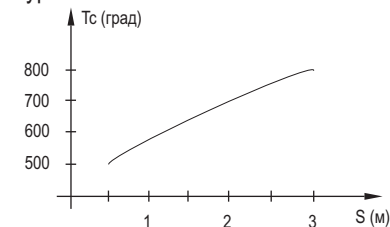

Рисунок 1.
- Закрепить датчик на расстоянии от горячего объекта согласно рекомендуемой зависимости на рис.1: